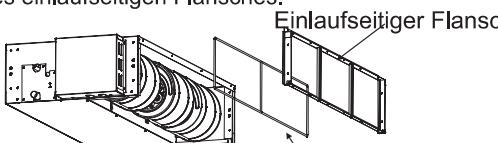
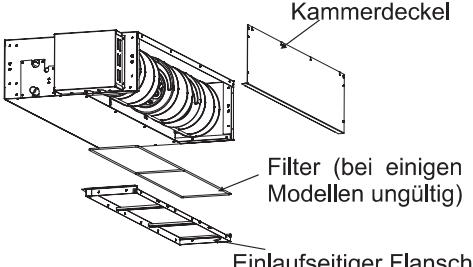

Abb. 3.1.3
Abb. 3.1.4
(2) Bringen Sie den entfernten Kammerdeckel in der in Abb. gezeigten Ausrichtung und den entfernten einlaufseitigen Flansch in der in Abb. 3.1.3 gezeigten Ausrichtung wieder an, siehe Abb.3.1.4 für die Richtung des einlaufseitigen Flansches.